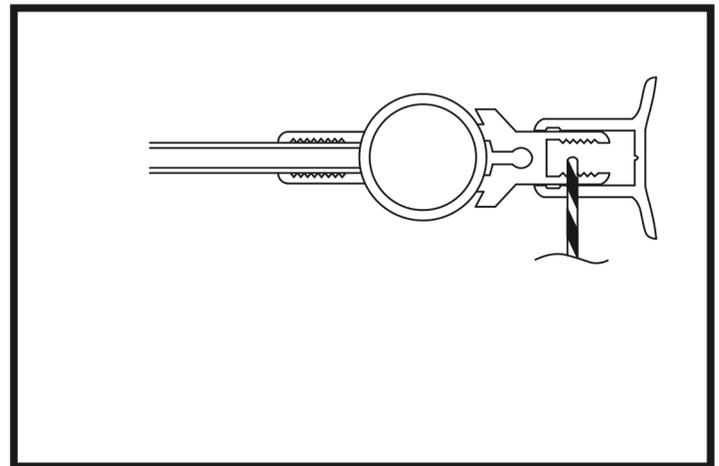

Abbildung 16
41. Bohren Sie zunächst das obere Loch durch das Scharnierleistenprofil und das Scharnier. Bohren Sie die Löcher vorsichtig so, dass der Bohrer nur eine Seite der Profile durchdringt, nicht das gesamte Produkt. (Abbildung 16)